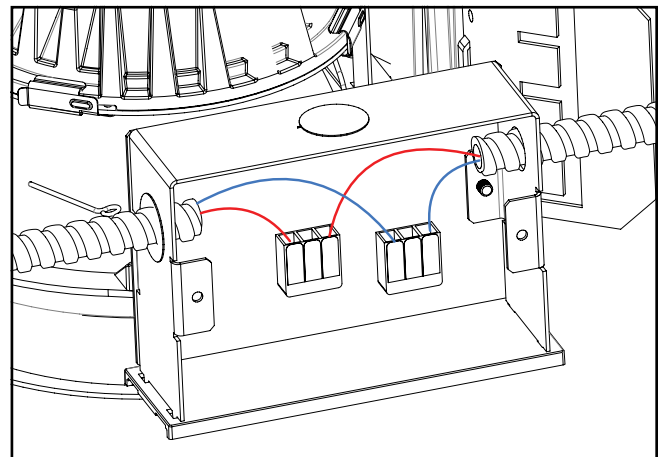

Figure 14
1. Retirez le couvercle de la boîte de jonction (Figure 14).
3. Connectez les fils rouge et bleu dans le projecteur à l'aide des connecteurs de la manette de serrage fournis. (Figure 14). Assurez-vous qu'il n'y a aucun conducteur nu à l'extérieur des connecteurs de la manette de serrage.
4. Soulevez la languette orange sur la manette de serrage pour libérer le fil et fermez pour bloquer le fil en place (Figure 14).